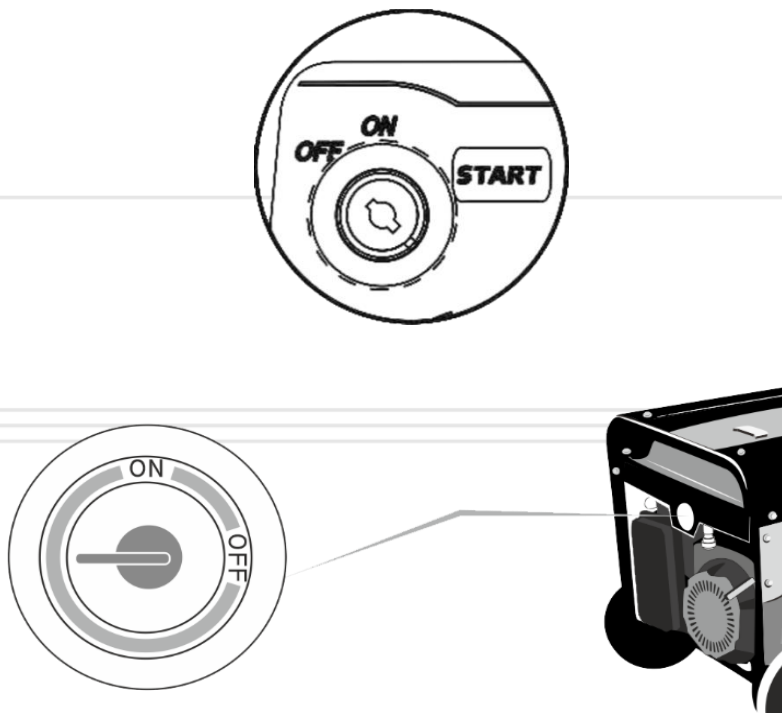

Рисунок 7
3. Вставте ключ у замок запалювання і поверніть у положення «Пуск» («START») (див. рис. 7). Тримайте ключ в цьому положенні до тих під, поки двигун не заведеться, після чого відпустіть ключ запалювання. Щоб уникнути виходу з ладу генераторної установки, не слід тримати ключ у положенні «Пуск» більше 15 сек.